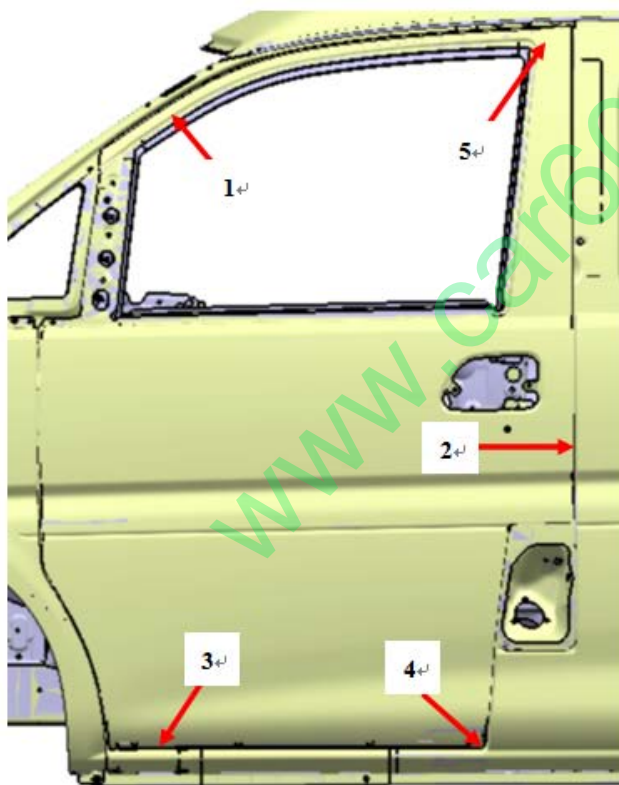

图 8
5.2.1、间隙调整方法 (见图 8)
- 2)、依靠前门上铰链上的定位销作为前车门总成装配到车身上的旋转中心点（见图 8），配合前门锁扣来调整 2 处间隙的大小和均匀。
5.2.2、面差调整方法（见图 8）